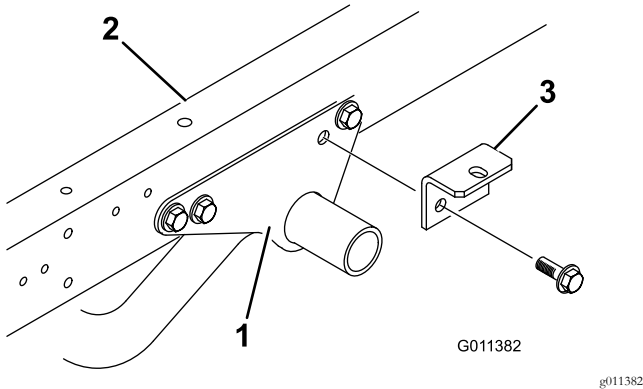

图5
1. 卸下将各个发动机架安装支架的后部固定到工作车机架各侧的2个凸缘头平头螺丝和凸缘锁紧螺母图5。
2. 使用之前卸下的2个凸缘头平头螺丝和凸缘锁紧螺母将附件支架松松地固定到各发动机架安装支架上图5。